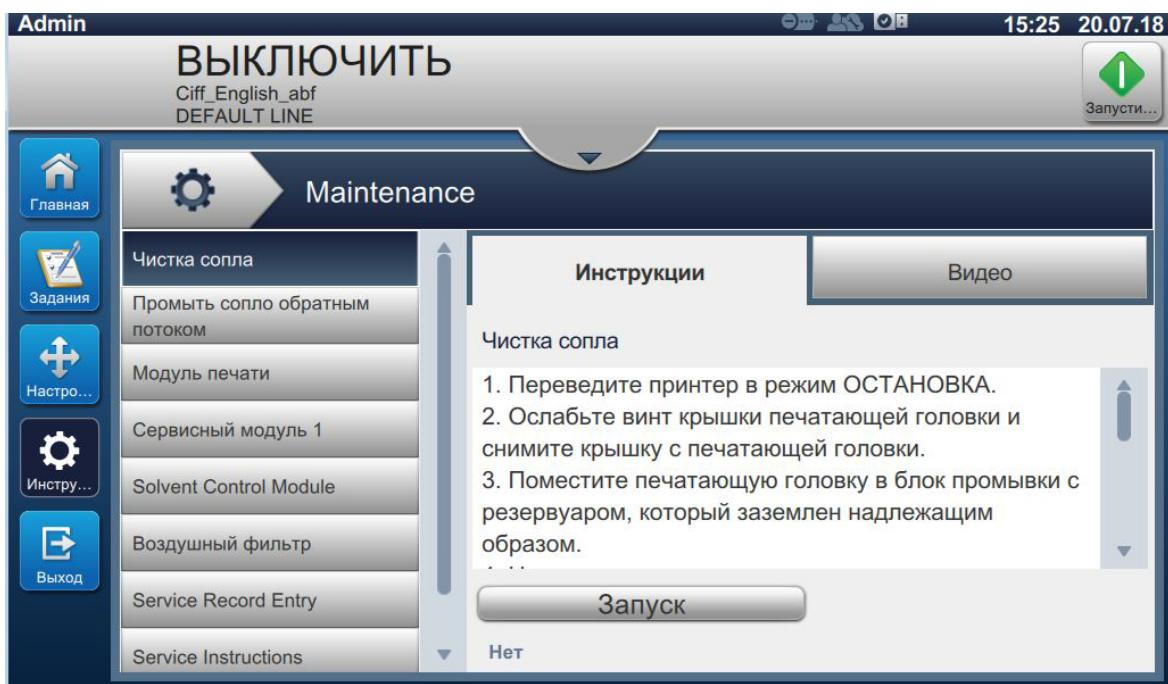

Рис. 6-22: Техническое обслуживание
1. Нажмите кнопку  на экране «Инструменты». Откроется экран «Техническое обслуживание», как показано на Рис. 6-22.